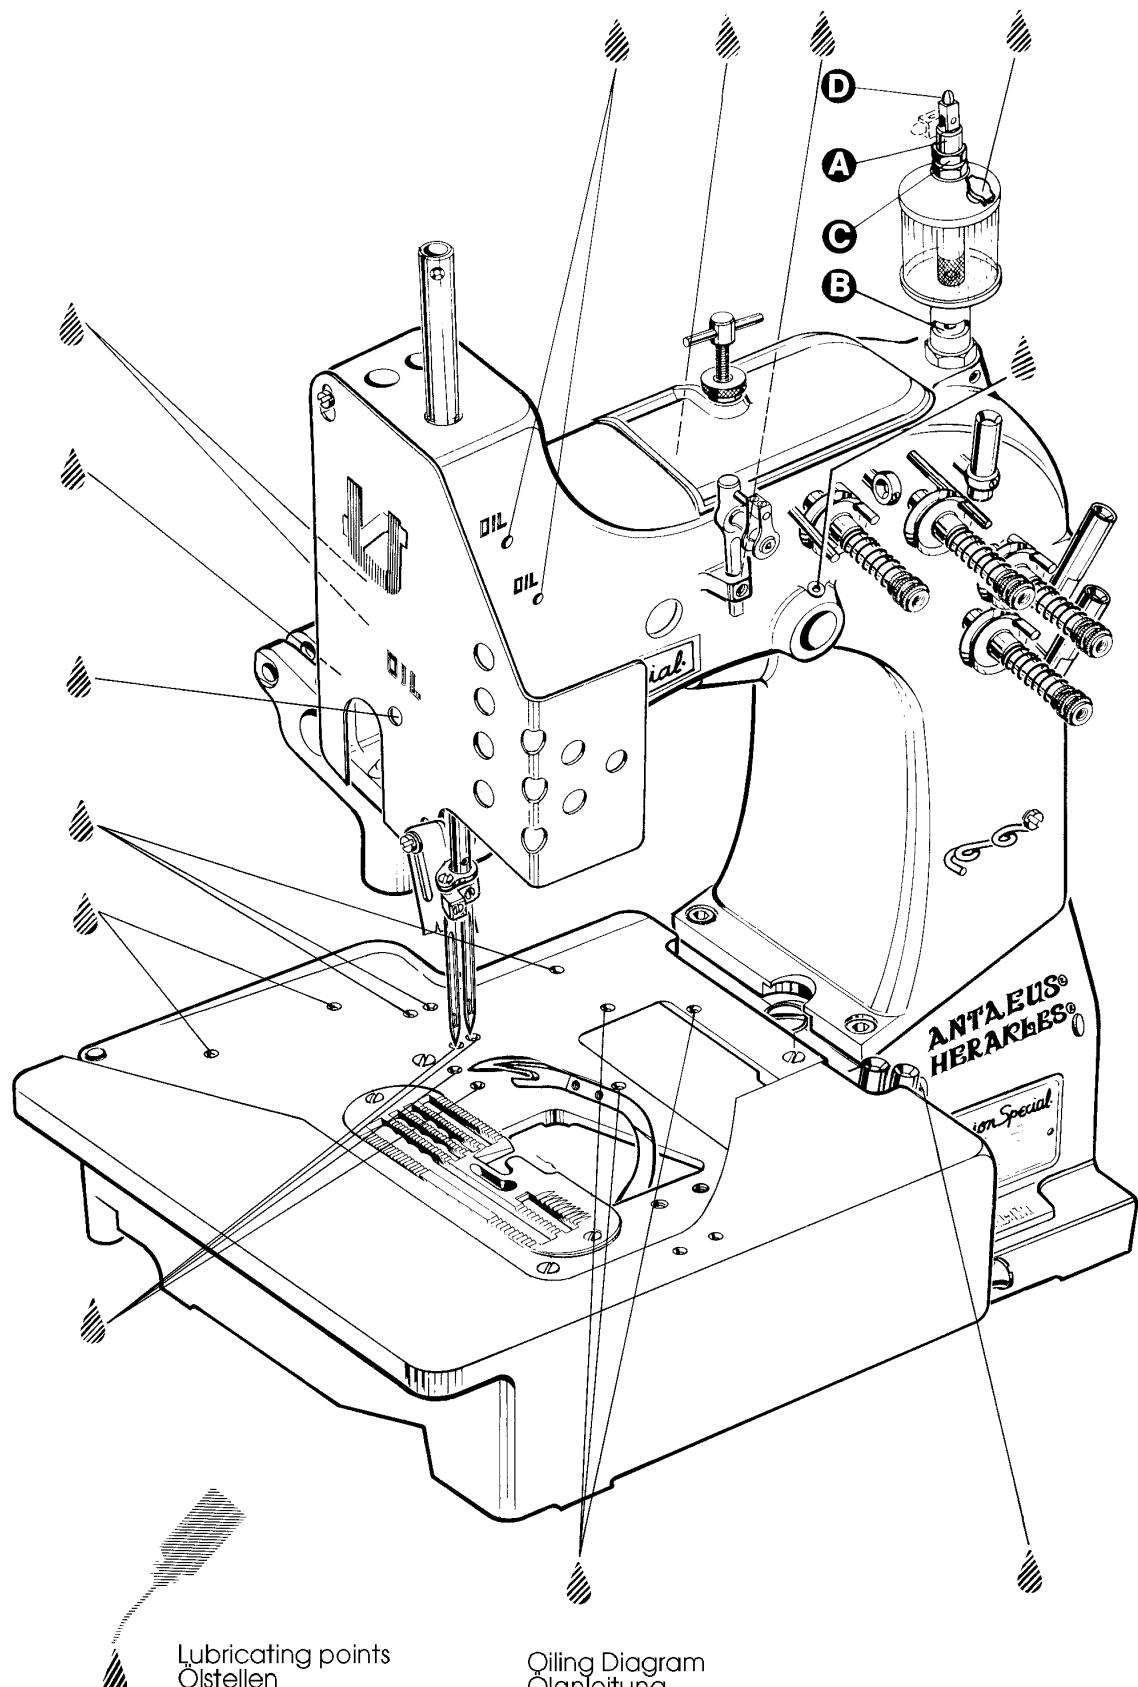

Fig. 1
Before operating a new machine for the first time, the sight feed oiler has to be adjusted. All lubricating points, indicated on the oiling diagram (Fig. 1) have to be oiled.
For adjusting fill the sight feed oiler halfway with oil and turn the metering pin (A, Fig. 1) a little bit out and then turn it in, until there will flow two to three drops of oil per minute. This can be checked on the sight glass (B). Secure the setting of the metering pin with lock nut (C). Fill the oiler.
Bevor eine neue Maschine zum ersten Mal in Betrieb genommen wird, muß der Tropföler eingestellt werden. Alle in der Ölanleitung (Fig. 1) angegebenen Ölstellen müssen geölt werden.
Füllen Sie den Tropföler zum Einstellen halb mit Öl und drehen Sie den Zumeßstift (A, Fig. 1) etwas aus und dann so weit ein, bis pro Minute zwei bis drei Tropfen Öl fließen. Dies kann am Schauglas (B) geprüft werden. Sichern Sie die Einstellung des Zumeßstiftes mit der Kontermutter (C). Füllen Sie den Öler.
The machines of class 81300 have to be cleaned and lubricated twice a day before the morning and afternoon start on the lubrication points indicated on the oiling diagram (Fig. 1, page 10). The sight feed oiler has to be kept filled and should be adjusted so, that it feeds two to three drops of oil per minute. The oiler has to be refilled latest, when 2/3 of the oil are used up (see also page 11).
Die Maschinen der Klasse 81300 müssen zweimal täglich, vor der Inbetriebnahme am Morgen und Nachmittag, gereinigt und an den in der Ölleitung (Fig. 1, Seite 10) angegebenen Stellen geölt werden. Der Topföler muß gefüllt und so eingestellt sein, daß pro Minute zwei bis drei Tropfen Öl fließen. Der Öler muß spätestens nachgefüllt werden, wenn 2/3 der Ölmenge verbraucht sind (siehe auch Seite 11).